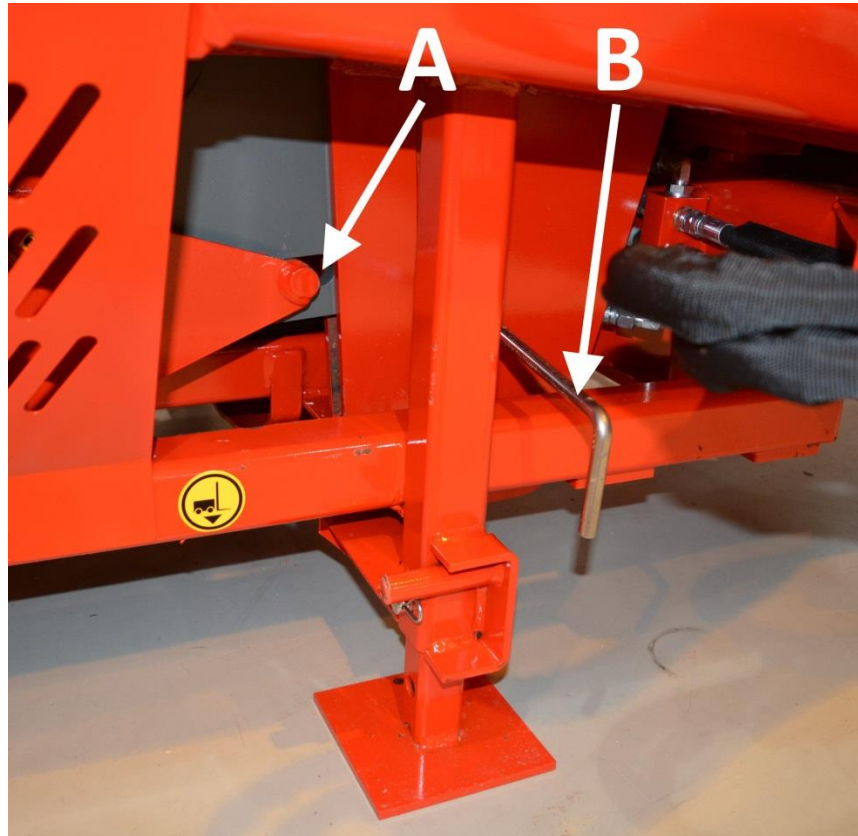

Bild 20.
1. Dra i spak B på bild 20.
2. Sänk ned klyvbettet till det lägsta möjliga läget, varvid klyvbettets regleraxel försvinner från spår A på bild 20.